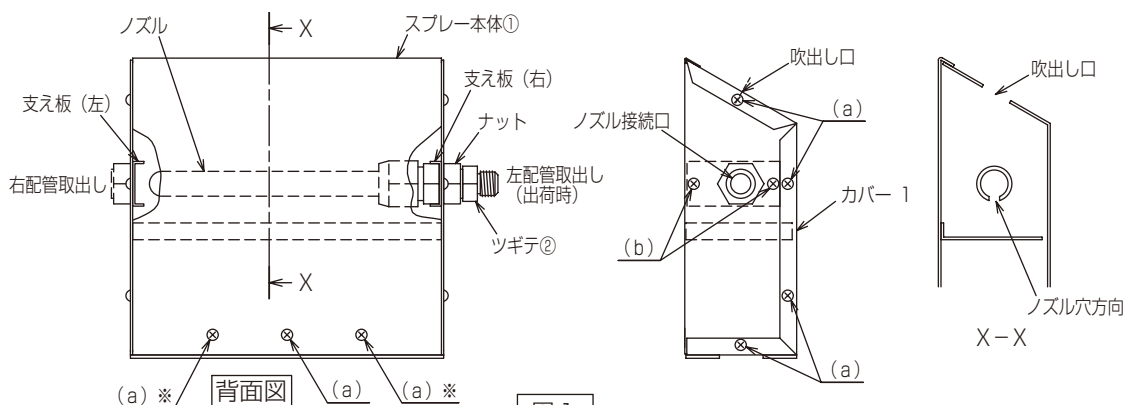
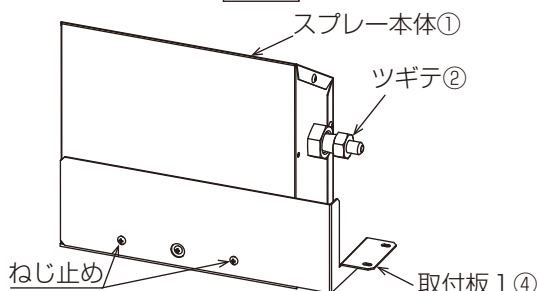

図 1
図 2
スプレー本体①の (a) 部ねじ（1 1 本）を外し、カバー 1 を取外してノズル穴が下向き（断面 X-X）になっていることを確認し、カバー 1 を元通り取付けてください。… 図 1
下記要領にてノズル接続口を左側に向けてください。… 図 1
2) ノズル接続口にツギテ②を取付けてください。… 図 1
3) 取付板 1 ④をスプレー本体①に取付けてください。（ねじ 2 本：カバー 1 を固定している (a) ※部ねじにて共締め）
… 図 1, 図 2